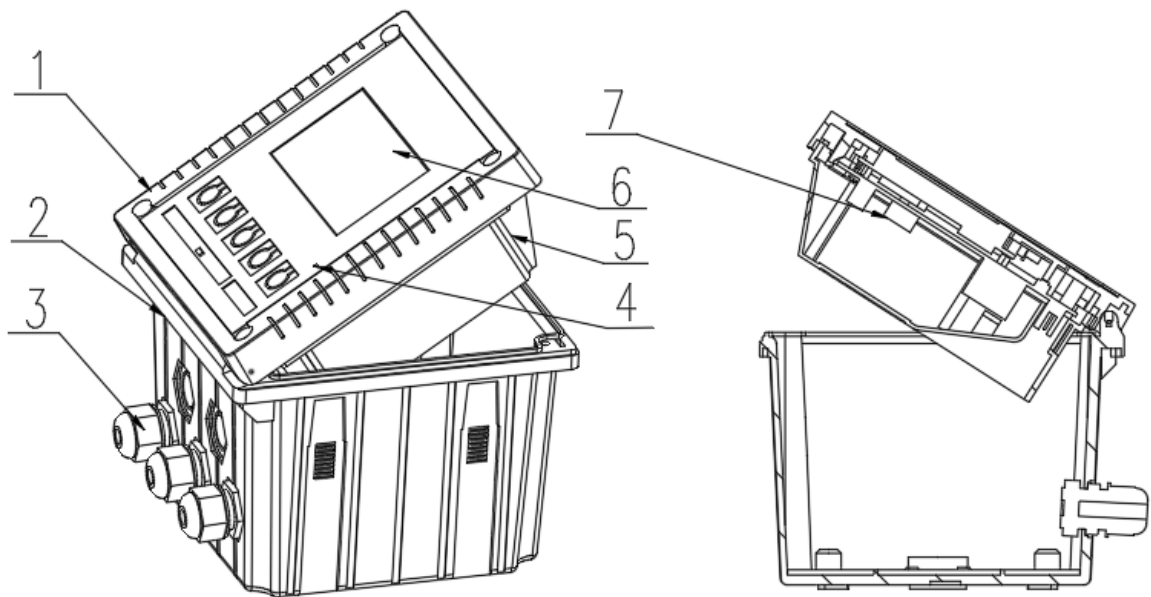

图 4-1 打开控制器图
- 1) 打开 AL3010 控制器的上盖，如图 4-1 所示